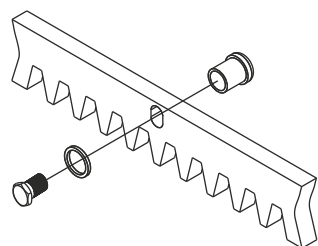

Fig. 8
5.2. Fixez les cliquets de support à chaque élément de crémaillère à l'aide des vis de blocage correspondantes, en faisant attention de les positionner dans la partie supérieure de la fente (Fig. 8)